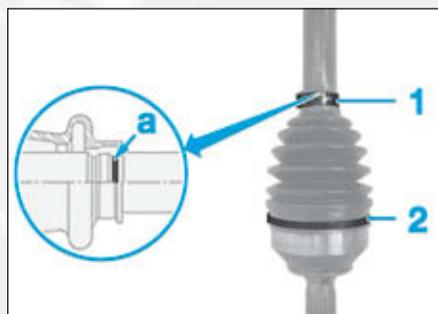

FIG.9
- Déposer les colliers de serrage (1) et (2), à l'aide d'une scie à métaux (Fig.9).
- Respecter le positionnement du soufflet sur l'arbre, talon du soufflet dans la gorge (a) de l'arbre ou le repère fait au démontage (Fig.9).